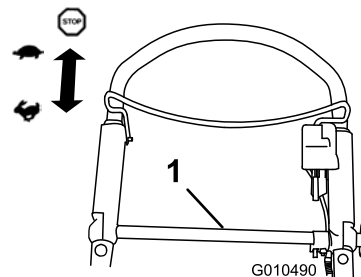

Рисунок 24
Чтобы включить самоходный привод, просто идите, положив руки на верхнюю рукоятку и держа локти по бокам, и газонокосилка автоматически будет двигаться с вашей скоростью перемещения (Рисунок 24).
**Примечание:** Если при возврате после движения самоходом газонокосилка не покатится свободно в обратном направлении, подайте ее вперед на один-два дюйма, не отключая самоходный привод (Рисунок 24), а затем потяните газонокосилку назад.